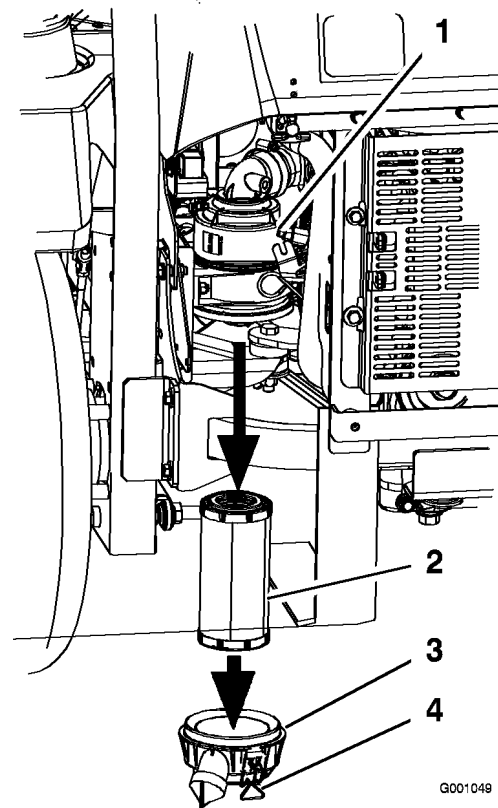

Bild 33
3. Lösen Sie die Riegel am Luftfilter und ziehen Sie die Abdeckung vom Gehäuse ab (Bild 33).
5. Schieben Sie den Filter vorsichtig aus dem Luftfiltergehäuse heraus (Bild 33). Vermeiden Sie ein Anstoßen des Filters an der Seite des Gehäuses.